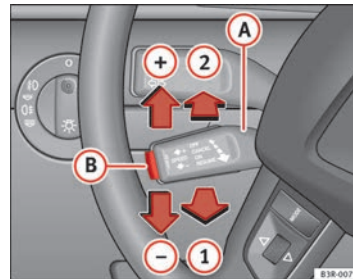

Abb. 154 Bedienungselemente der Geschwindigkeitsregelanlage
- Ziehen Sie den Hebel **(A)** in Position  $\Rightarrow$  Abb. 154 **(1)**, um die Anlage einzuschalten.
⇒ Abb. 154 **(+)**.
⇒ Abb. 154 **(-)**.
⇒ Abb. 154 **(+)** wird die gewünschte Geschwindigkeit um etwa 2 km/h erhöht.
⇒ Abb. 154 **(-)** wird die gewünschte Geschwindigkeit um etwa 2 km/h verringert.
Falls beim vorübergehenden Ausschalten keine gewünschte Geschwindigkeit gespeichert war, können Sie eine neue gewünschte Geschwindigkeit wie folgt speichern: Fahren Sie mit der gewünschten Geschwindigkeit und drücken Sie dann kurz die Drucktaste → Abb. 154 (B) (SET).
- Drücken Sie den Hebel (A) → Abb. 154 in Position (2) (gerastet).